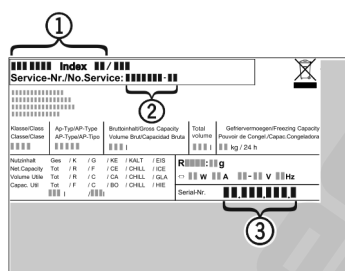

Fig. 7
- ▶ A készülék megnevezését Fig. 7 (1), a szerviz- Fig. 7 (2) és sorozatszámot Fig. 7 (3) a típus tábláról olvassa le. A típus tábla a készülék belsejében baloldalon található.
- ▶ Értse a vevőszolgálatot a hibáról, és adja meg nekik a készülék megnevezését Fig. 7 (1), a szerviz- Fig. 7 (2) és a sorozatszámot Fig. 7 (3).